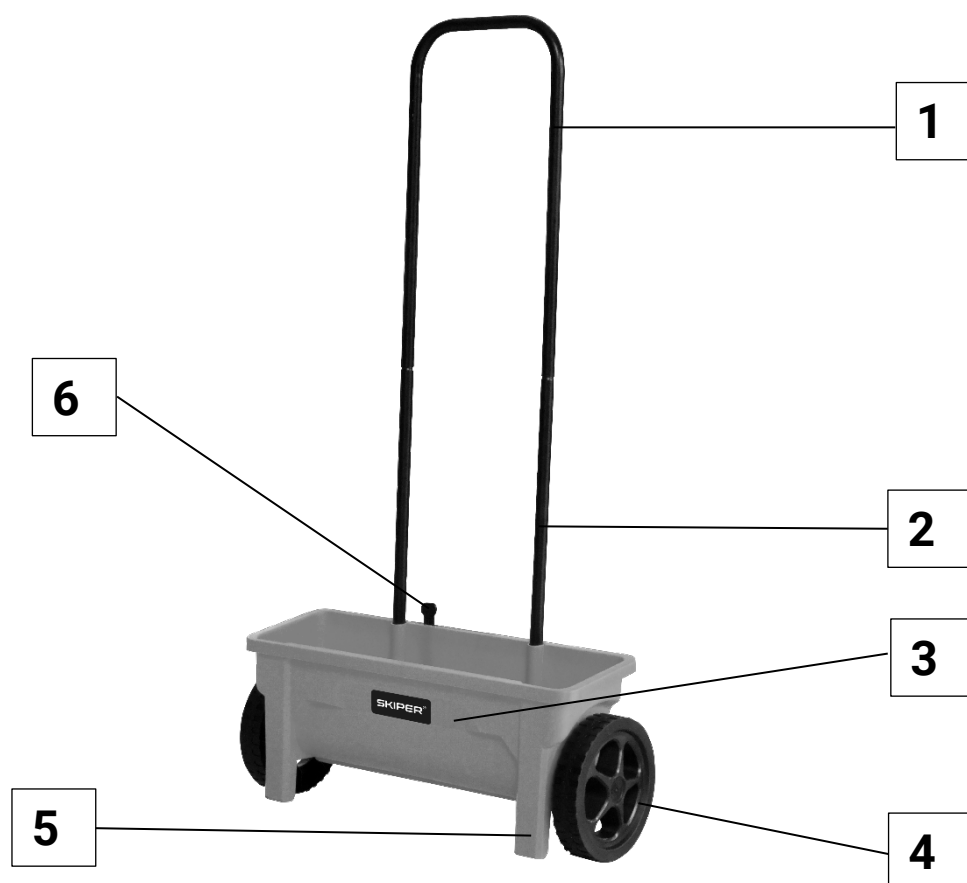

Рис.1
1.Перед внесением материала убедитесь, что переключатель (рис. 1, поз. 6) находится в закрытом положении. Позиция 0 - закрытое положение. Положение 10 - максимальное открытие.